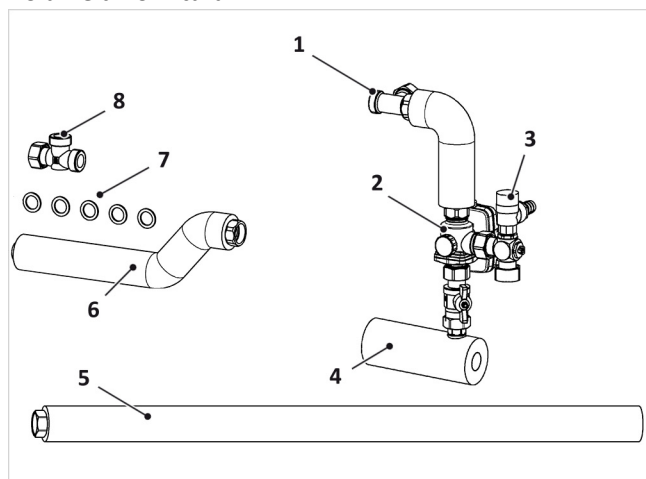
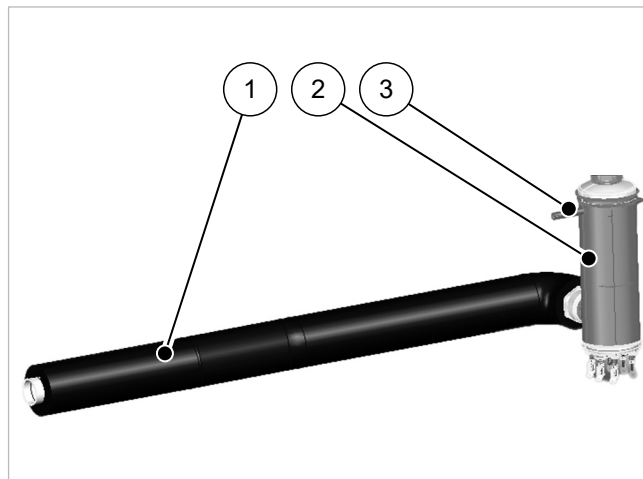

Fig. 24: Pacchetto di montaggio valvola a 3 vie LM WP
Fig. 29: Cartuccia di riscaldamento con tubo di mandata PC
Nella combinazione SolvisMax Solo con SolvisPia, SolvisMia o SolvisLea Eco, nei moduli di carica PIA-SL o LEA-SL/MIA-SL è in più necessario integrare la cartuccia di riscaldamento fornita in dotazione (HPT) nella mandata pompa di calore. Questo "pacchetto di montaggio LM WP-SL HPT" (→ Fig. 29) sostituisce il "tubo di collegamento WP-VL", vedi → Fig. 24 (5).